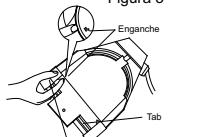

Figura 4
- 1.Coloque la unidad con la parte frontal hacia usted e incline la lente (Figura 4)
- 5.Presione el enganche con el dedo para liberar la lente (Figura 4).